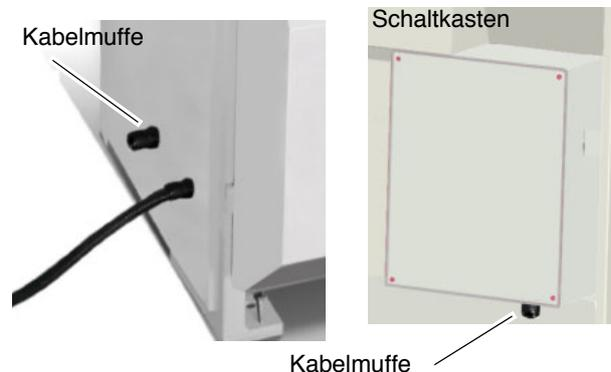

Abb. 7: Elektrischer Anschluss
Schritt 1: Führen Sie das Kabel durch die Kabelverschraubungen an der Seite des Maschinengehäuses und den Schaltkasten an der Rückseite der Vordertür (Abb. 7).